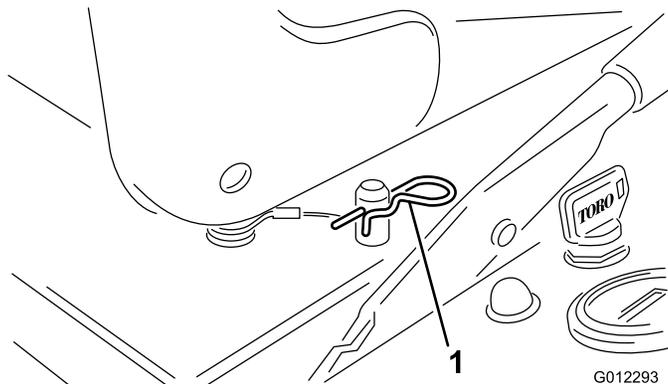

Figura 19
- Remova o dispositivo de fixação da barra de bloqueio do assento (Figura 19).